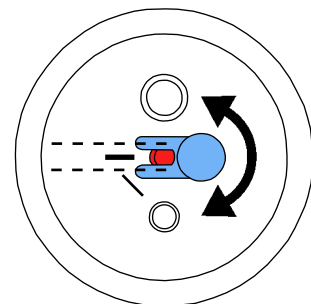

図 12
- 25~70 μm のプラストタンクと一致するように、流入ノズルを調節しなければなりません（図 12）！